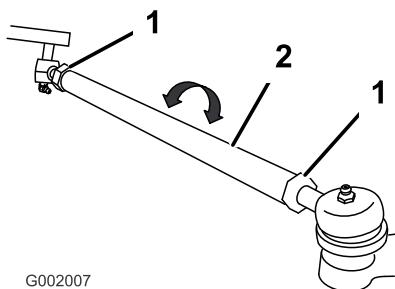

図 61
5. 前後の測定値の差が所定範囲にない場合、タイロッド両端のジャムナットを外して調整を行う (図 61) 。